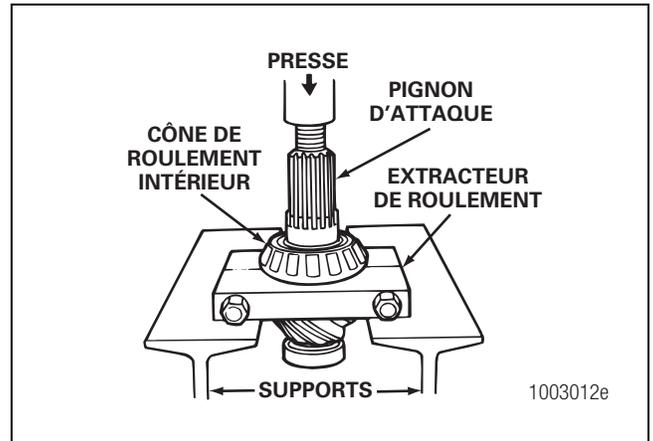

Figure 3.30
6. Si les roulements de pignon sont remplacés, retirer le cône du roulement intérieur du pignon d'attaque au moyen d'un extracteur de roulement ou d'une presse. Les griffes de l'extracteur doivent se loger sous la bague intérieure du cône pour qu'il se retire correctement et sans dommages. Figure 3.30.